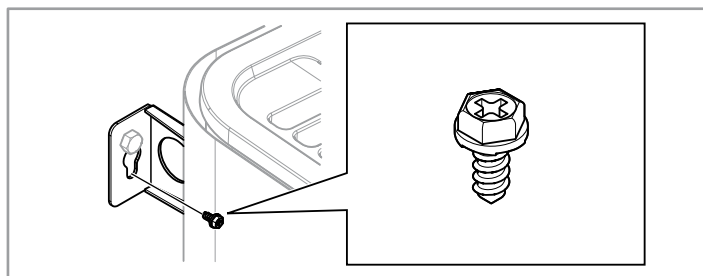

Fig 20: Konsolens låsskrub
2. Lås aggregatet på plats med låsskruven se Fig 20.